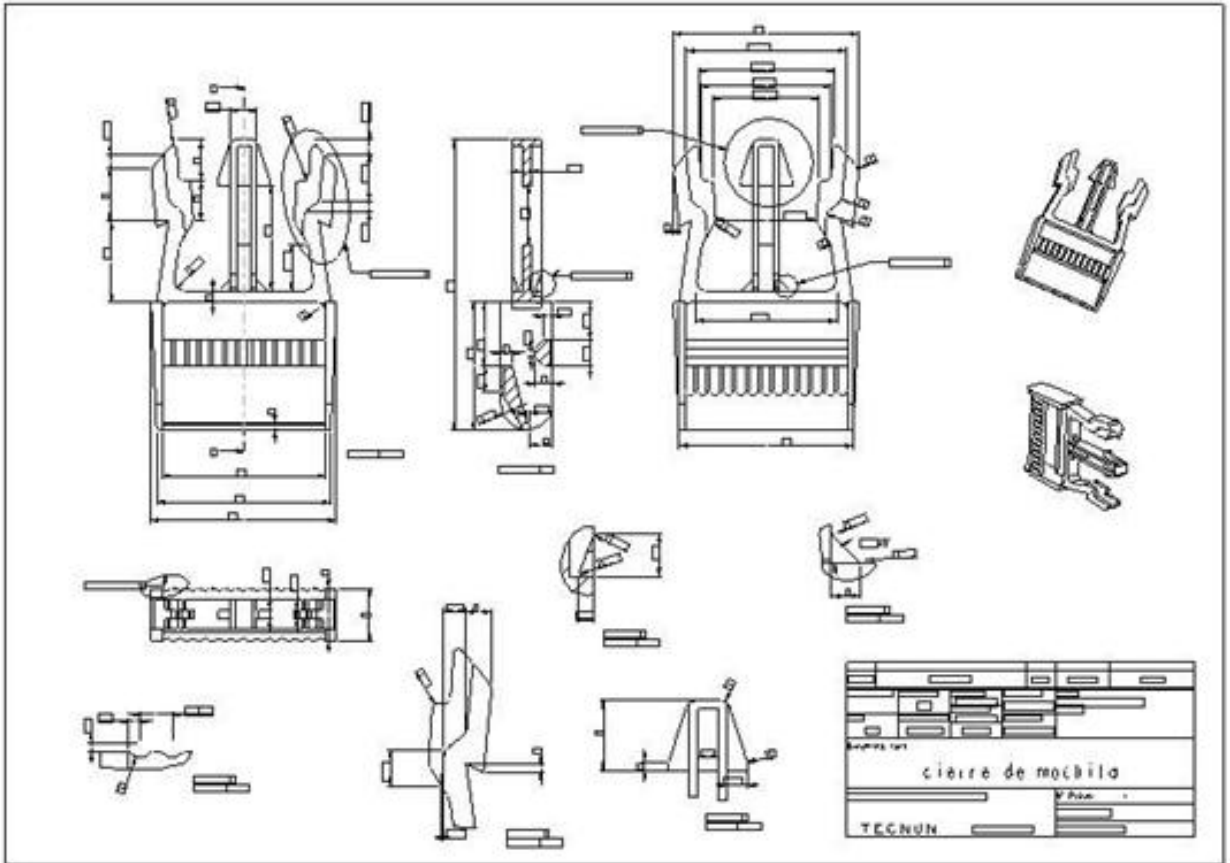

Figura 1.6 Modelado en 2D
**2 dimensiones (2D):** como se muestra en la figura 1.6, se basa en elementos geométricos planos como puntos, líneas, arcos, polígonos, etc., los cuales se pueden manipular. En este sólo se puede hacer modelación asistida.